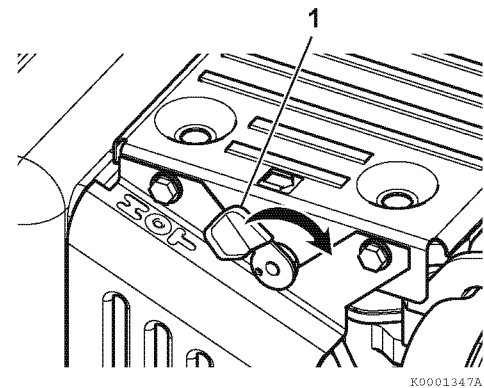

Abbildung 7
Der Motor ist mit einem Dekompressionshebel (1, **Abbildung 7**) ausgestattet.
4. Dekompressionshebel (1, **Abbildung 7**) nach unten schieben und loslassen. Der Dekompressionshebel kehrt automatisch in die Ausgangsposition zurück, wenn der Motor startet.
Einige Motoren der Baureihe L-V sind mit einem automatischen, internen Dekompressionsmechanismus ausgerüstet und haben keinen Dekompressionshebel (1, **Abbildung 7**). In diesem Fall das nachstehende Verfahren befolgen.